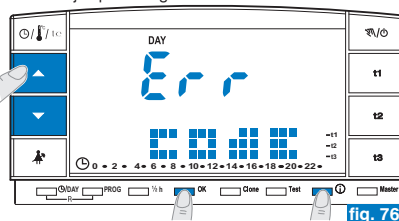

fig. 76
- Si se introduce la contraseña equivocada aparecerá el mensaje **Err** (fig. 76).